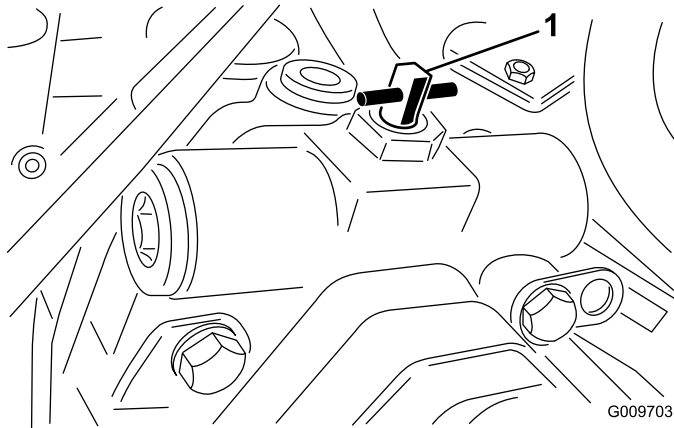

Figura 37
2. Gire la válvula auxiliar 90° (1/4 de vuelta) en cualquier sentido para abrirla y dejar pasar el aceite internamente (Figura 37). Puesto que el aceite se desvía, la máquina puede ser movida lentamente sin dañar la transmisión. Observe la posición de la válvula al abrirla o cerrarla.